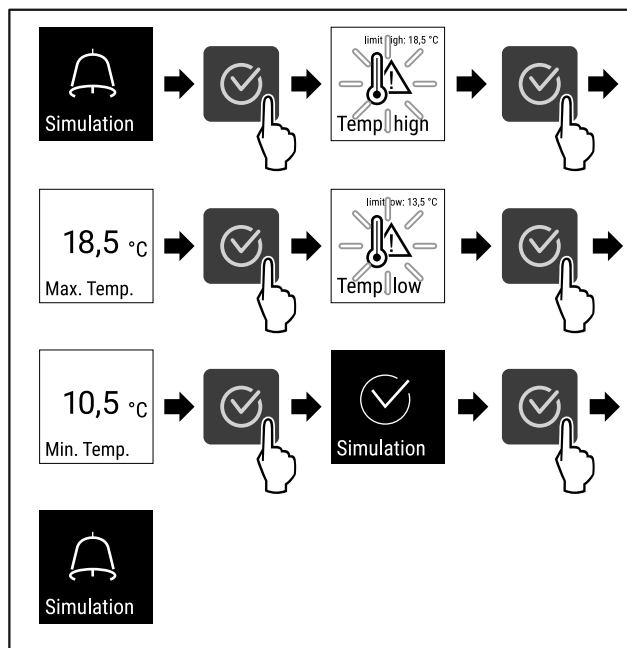

Fig. 109
- ▶ Vykonajte kroky akcie (pozri Fig. 109) .